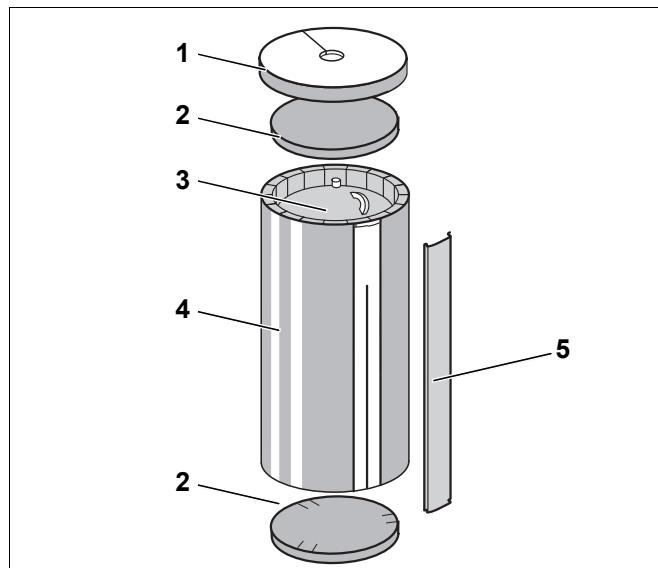

Рис. 1 Бак-накопитель Logalux PL750/1000/1500
- Бак (рис. 1, [3])
- Обшивка Съёмная обшивка состоит из крышки (рис. 1, [1]) и соединительной планки (рис. 1, [5]).
- Теплоизоляционный мат (рис. 1, [4]) Теплоизоляционный мат состоит из мягкого пенопласта с полистирольным покрытием.
- Верхний и нижний теплоизоляционные круги (рис. 1, [2])